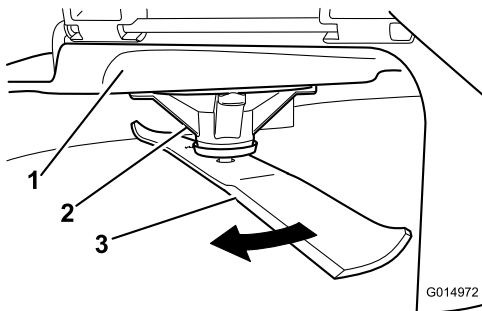

Figura 47
2. Llevando guantes fuertemente acolchados u otro tipo de protección apropiada para las manos, gire la cuchilla lentamente hasta una posición que permita medir la distancia entre el filo de corte y la superficie nivelada en la que descansa la máquina (**Figura 47**).